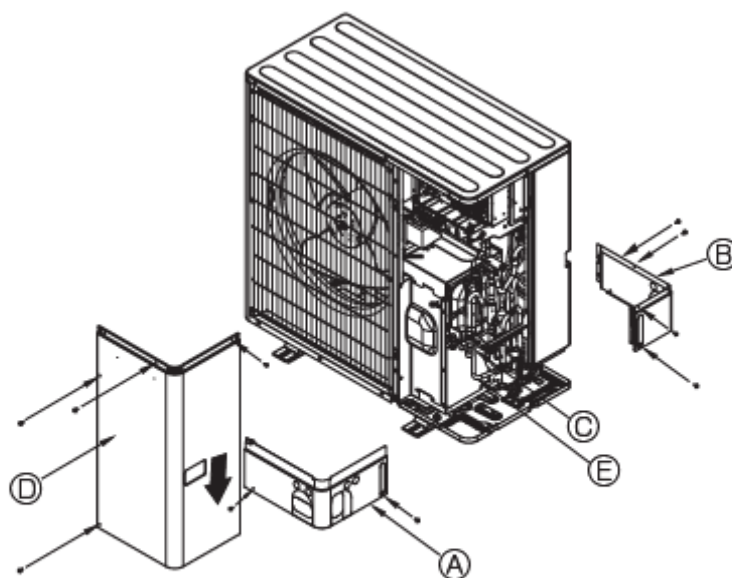

Fig. 4-3
- (3) Utilizati urmatoarea procedura pentru racordarea conductelor de gaz. (Fig.4-3) (SHW230)
- 1 Brazati teville liniare (E) pentru unitatea exterioara utilizand materiale de lipit de procurat si teville locale (C) fara oxigen.
- 2 Racordati teava liniara (E) la robinetul de inchidere a gazului. Utilizati 2 chei pentru a strange piulita.
- (A) Capac conducte anterioare
- (B) Capac teava
- (C) Robinet de inchidere
- (D) Panou de serviciu
- (E) Raza indoirii: 100 mm – 150 mm
4.3. Instalatia de agent frigorific (fig.4-3)